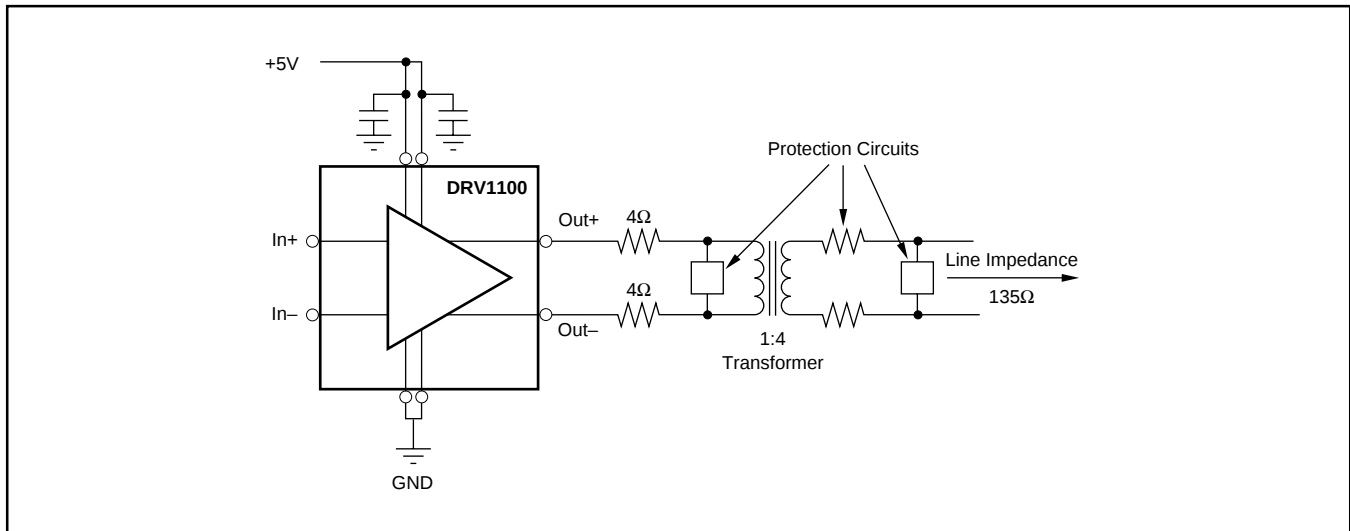

図3. 代表的なデジタル加入者線アプリケーション
- 特定のアプリケーションのラインに必要な平均電力を決定します。図3に示す直列インピーダンス・マッチング抵抗による電力損失を計算に入れ、DRV1100はこの電力(+3dB)の2倍の電力を供給できることが必要です。DRV1100は、対象とする周波数帯域にわたり必要なライン電力の2倍の電力を供給するとともに、システムに要求される歪の条件を満たすことが必要です。